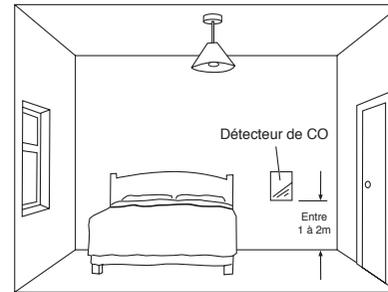

**Figure 2.**
**4.31 Si vous installez le détecteur de CO dans une pièce contenant un appareil de combustion** (voir figure 2)